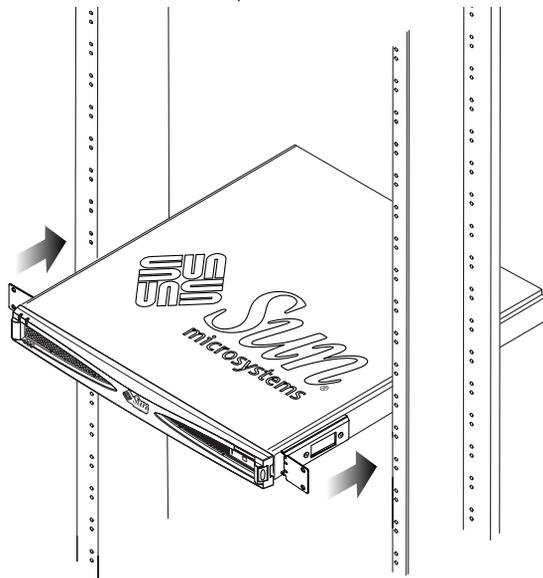
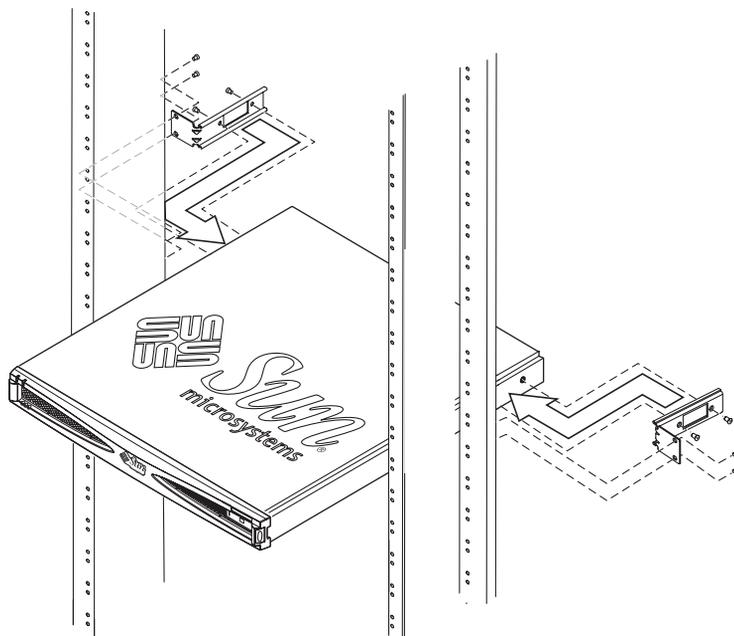

FIGURA 3-11 Installazione in un rack a due montanti con le staffe nella parte anteriore
FIGURA 3-12 Installazione in un rack a due montanti con le staffe nella parte posteriore
2. Posizionare l'unità di memorizzazione nel rack e serrare le viti (vedere la FIGURA 3-11 e la FIGURA 3-12).